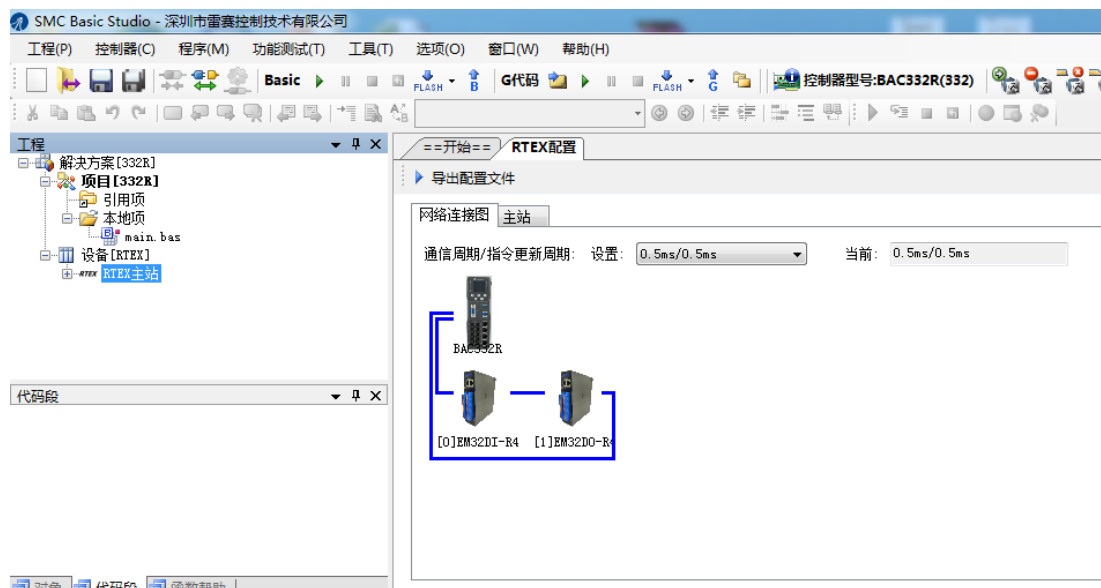

图 4.2 新建工程
- 1) 新建工程，在 SMC Basic Studio 软件中新建一个工程，包含了本地 BAS 文件和设备资源，其中本地 BAS 文件后续编写代码使用，设备资源是指主从站的所有资源，如图 4.2 所示：